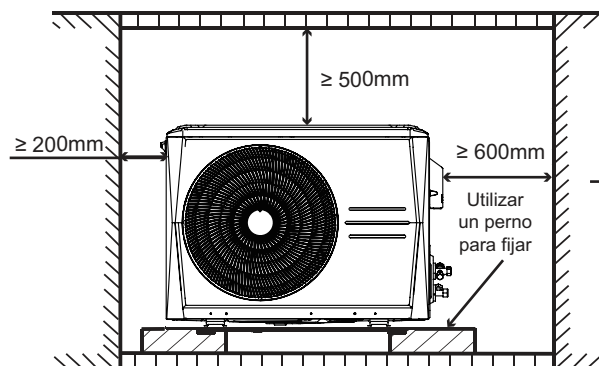

Fig 3-1
3.2.1 Espacio de instalación y mantenimiento de la unidad exterior, véanse las fig. 3-1 y 3-2 (unidad: mm)